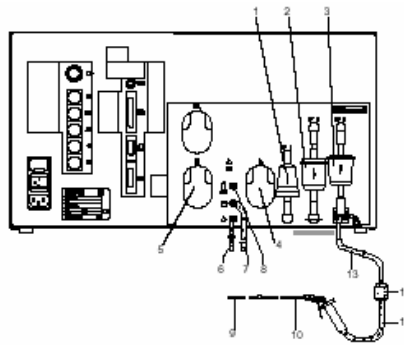

Fig 11: Achterzijde VSM
1. Sluit alle bijgeleverde slangen aan (Aansluitplan zie Fig 11).
2. Monteer de 30 cm lange vitonslang (Fig. 11, Pos 11) met de voorfilter (Fig. 11, Pos. 12).
3. Sluit de aanzuigslang (Fig.11, Pos. 13) aan de voorfilter aan.
4. Sluit de aanzuigslang (Fig. 11, Pos. 13) aan de gasingang van het meettoestel aan.
5. Sluit de 2 PVC-slangen(Fig. 11,Pos. 6/7) aan de gasuitgang aan.
- Wissel van filter GF1 (Fig 11, Pos 12) in aanzuigslang.
- Wissel van de ingangsfiltre GF2 (Fig 11, Pos 4), zie hoofdstuk 7.4.4.
- Controleer of beide PVC slangen aan de gasuitgangen zijn aangebracht (Fig 11, Pos 6 en 7).
- Visuele controle van de opnamesonde (Fig 11, Pos 10).
- Vervangen van het actief koolfilter (Fig 11, Pos 1) in het nulgaskanaal.